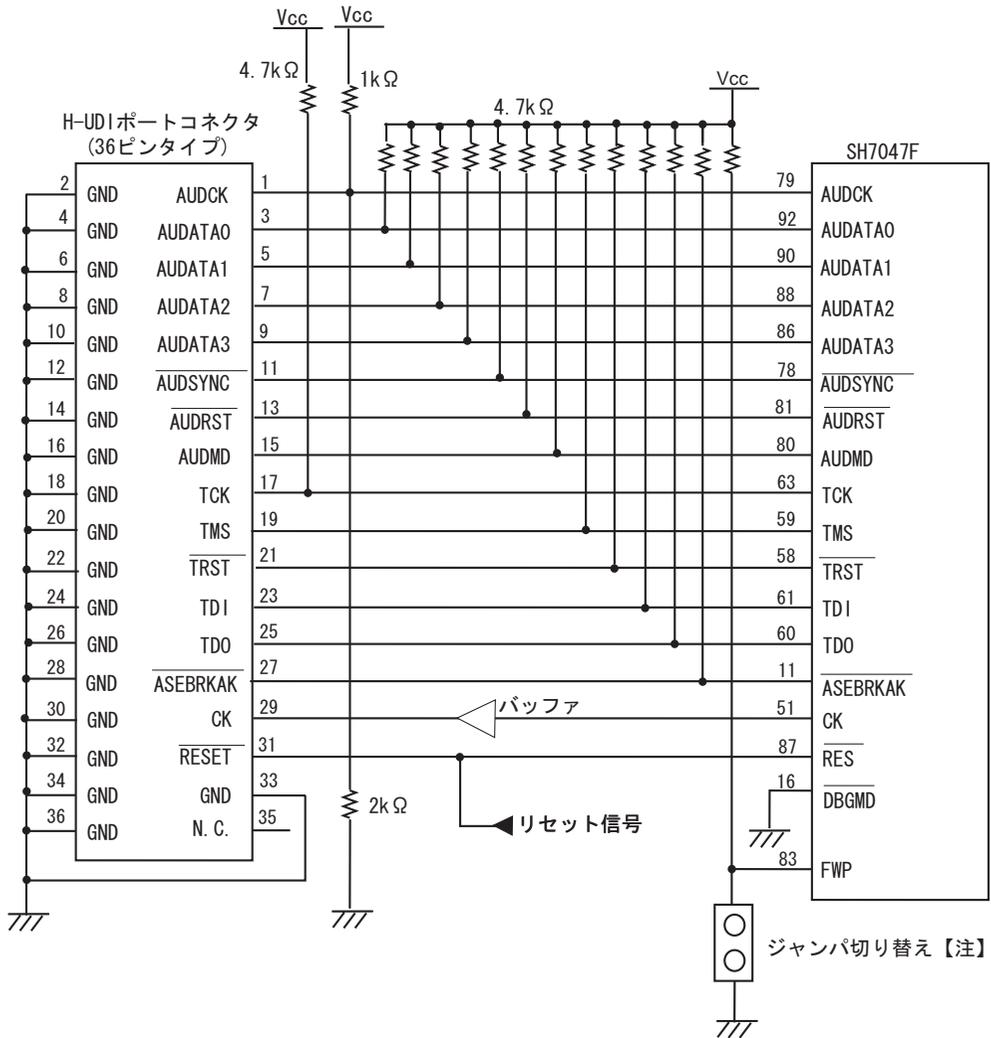

図 1.5 E10A 使用時の H-UDI ポートコネクタ - チップ間の推奨接続例(36 ピンタイプ)
E10A エミュレータ使用時の H-UDI ポートコネクタ(36 ピンタイプ)とチップ間の推奨接続例を図 1.5 に示します。
(1) E10A を使用する場合 : /DBGMD = " L "
- (2) E10A を使用しない場合 : /DBGMD = " H "
7. E10A エミュレータを使用する場合、H-UDI ポートコネクタと SH7047F 間の CK 端子の接続は、図 1.5 に示すようにバッファ(推奨品 : 74LVC125)を介して接続してください。
10. 図 1.5 に記載されている抵抗値は、推奨値です。